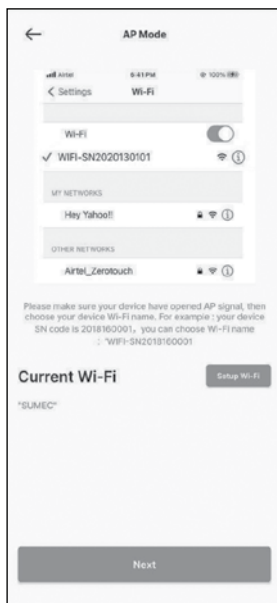

Рис. 41
2. Затем откроется страница (рис. 41).